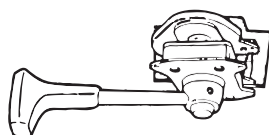

Fig. 13
- Schieben Sie die Schaltung am Schalthebel ein (Fig.12) und positionieren Sie die Schaltung wie Fig.13.